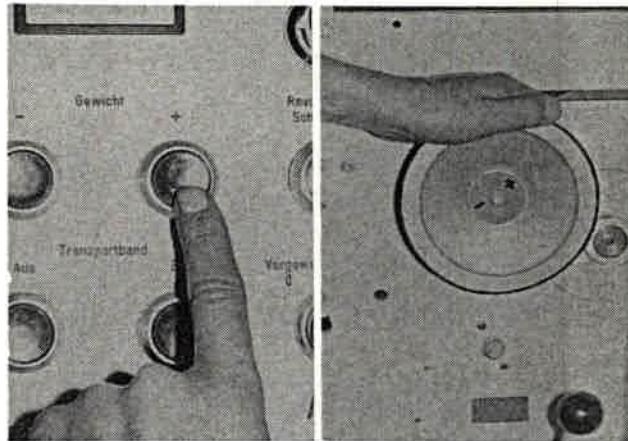

Bild 183
15. Zur Gewichtskorrektur Handrad (Bild 183/rechts) entsprechend in „+/-“ -Richtung verdrehen bzw. „+/-“ -Taste im Bedienpult betätigen (Bild 183/links).